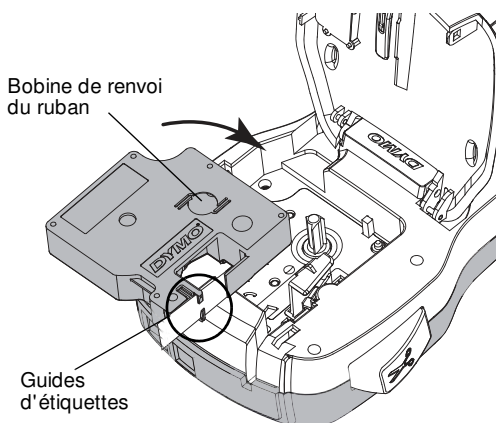

Figure 5
- 2 Assurez-vous que la bande et le ruban sont tendus sur toute l'ouverture de la cassette et que l'étiquette passe entre les guides d'étiquettes. Voir Figure 5.